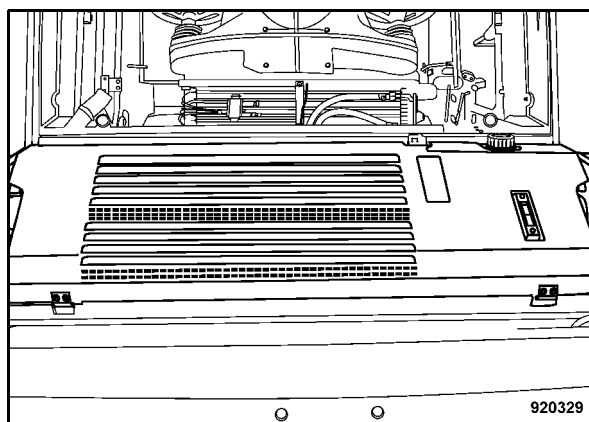

Fig. 132
- Svitare le viti di fissaggio della lamiera di copertura del radiatore (Fig. 132) e quindi ribaltare la lamiera in avanti.